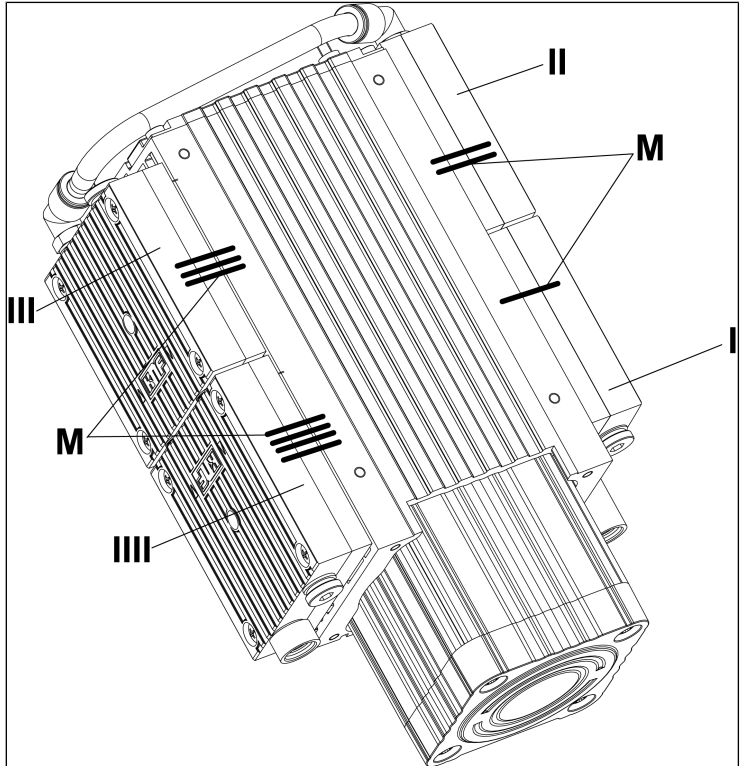
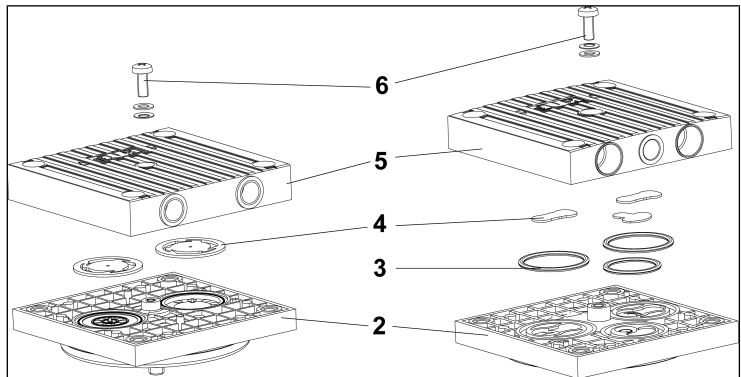

Abb.8: Markierung der Pumpe
Abb.11: Explosionsdarstellung des Pumpenkopfs
3. Kopf 1 (I/Abb. 8):
4. Kopf 2 (II/Abb. 8):
5. Kopf 3 (III/Abb. 8):
6. Kopf 4 (IIII/Abb. 8):
9. Lösen Sie an beiden Köpfen jeweils die Kopfschraube (6/ Abb. 11) im Kopfdeckel (5/Abb. 11).
10. Nehmen Sie den Kopfdeckel von der Zwischenplatte (2/ Abb. 11) ab.
1. Entnehmen Sie von den Zwischenplatten (2/Abb. 11) die Ventile (4/Abb. 11).
Entnehmen Sie die O-Ringe (3/Abb. 11).
3. Legen Sie die neuen Ventile (**4/Abb. 11**) in die Zwischenplatten (**2/Abb. 11**) ein.
Legen Sie die neuen O-Ringe (**3/Abb. 11**) in die Zwischenplatten (**2/Abb. 11**) ein.
5. Legen Sie die Kopfdeckel (**5/Abb. 11**) auf die Zwischenplatten (**2/Abb. 11**) entsprechend den Filzstiftmarkierungen (**M/Abb. 8**) auf.
6. Ziehen Sie an beiden Köpfen jeweils die Kopfschraube des Kopfdeckels (**6/Abb. 11**) vorsichtig, leicht und handfest an (Anziehdrehmoment: 60 Ncm).
- Führen Sie die Schritte 6-8 (Pumpenkopf abmontieren), sowie die Schritte 1-6 (Ventilplatten wechseln und Zwischenplatten montieren) und die Schritte 1-4 (Membranen wechseln und Pumpenkopf montieren) für die Köpfe 3 und 4 (III und IIII/Abb. 8) durch.